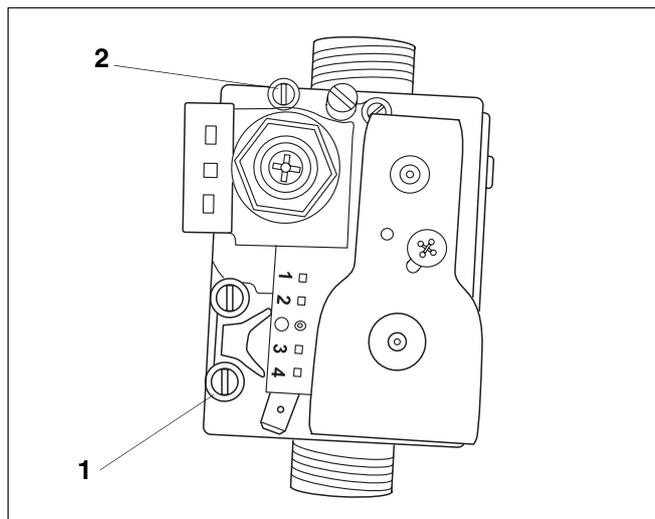

Fig. 18 Apparecchiatura del gas SIT
- Aprire la vite del nippel di misurazione per la pressione di collegamento e la disaerazione posta sulla valvola combi e collegare il manometro (fig. 18, pos. 1).
Legenda alla fig. 18:
- Collegare il manometro al nippel di prova della valvola combi del gas (vedi fig. 18, pos. 2 a pagina 18).